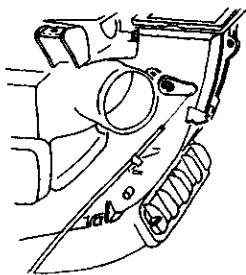

图 5-26 调整除霜及中央风门拉索
3) 移动仪表板左侧下部挡板, 可调整除霜及中央风门拉索, 如图 5-26 所示。